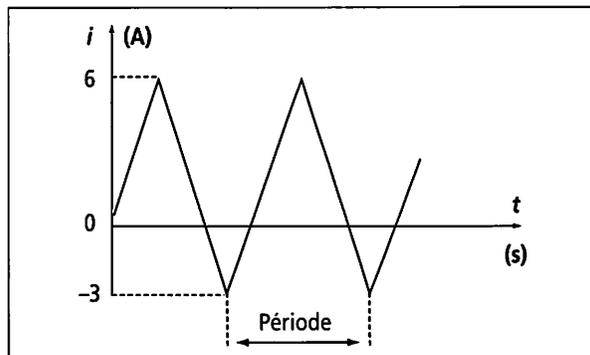

Fig. 5.02 : Courant bidirectionnel variable et périodique.
- **Les courants bidirectionnels** ne circulent pas toujours dans le même sens. Les intensités et les tensions qui leur correspondent sont des nombres relatifs, tantôt positifs, tantôt négatifs (fig. 5.02).